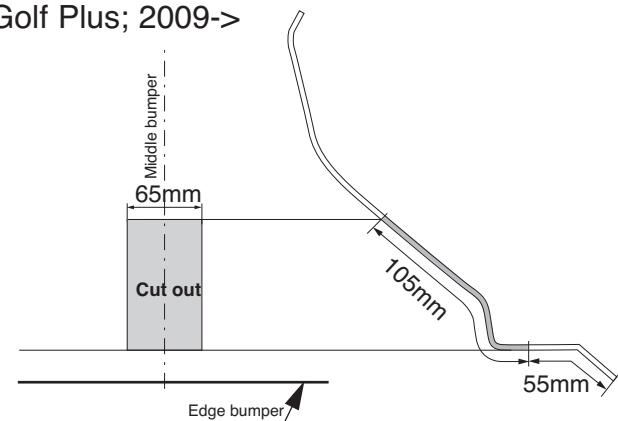

Fig. 1
- Выпилить часть из бампера в середине снизу, как указано на рис. 1.